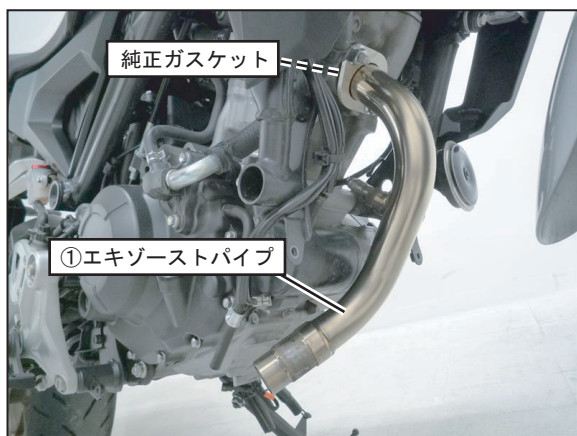

FIG. 7
7. エンジンの排気ポート部に取り付けられているガasketを新品に交換し、①エキゾーストパイプを純正ナットを使用して車両に仮締めして下さい。（FIG. 7, 8参照）